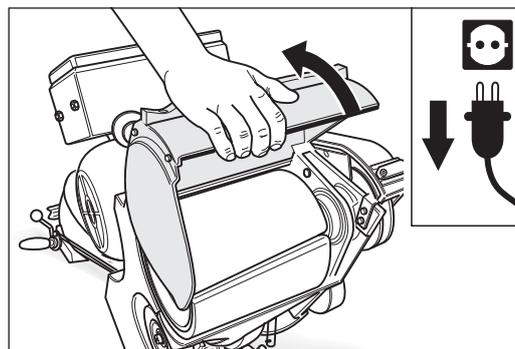

Abb. 15 Den Walzendeckel nach oben klappen.
- 5 Klappen Sie den Walzendeckel an der Vorderseite des Maschinengehäuses nach oben (Abb. 15).